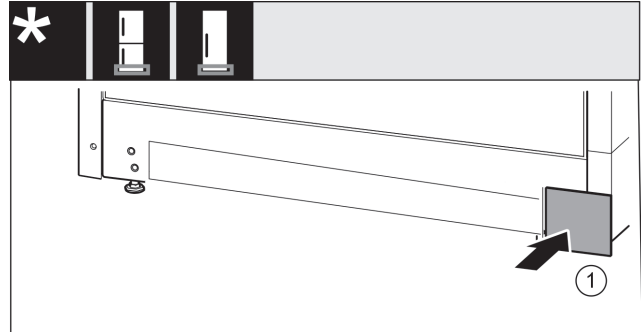

Fig. 25
- ▶ Abdeckung Fig. 25 (1) auf der anderen Seite wieder aufsetzen.